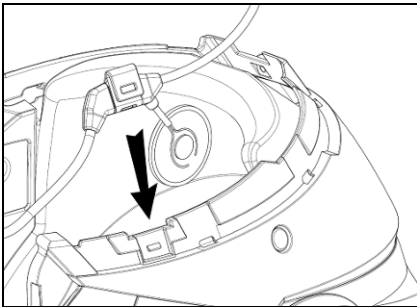

Abb. 3
- Bringen Sie das Kabel im Innern des Helmes an und lassen Sie den rechten Halterungsbügel in den eigens dafür ausgesparten Bereich einschnappen (Abb. 3).